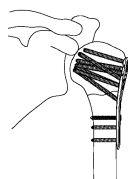

図 19
- 4) コンプレッションホルルの 3.5 コーティカルスクリューにゆがみがないか確認し、イメージインテンシファイヤー (X 線透視) でインプラント状態を確認して皮膚を縫合し、手術を終了します。(図 19)